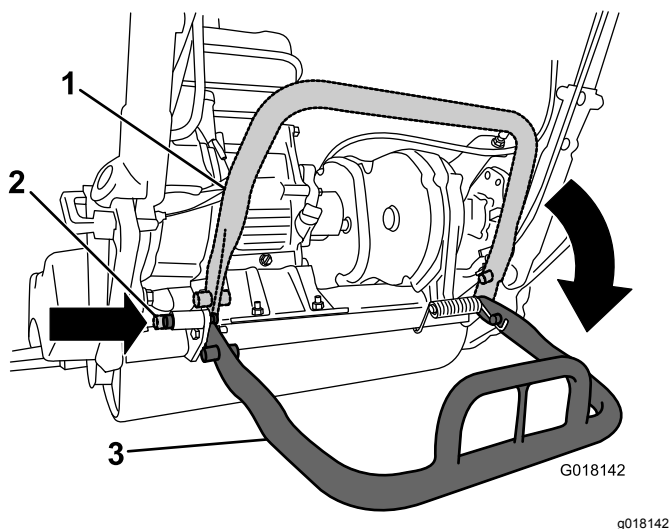

Bild 24
- Senken Sie den Ständer ab und drücken den Arretierstift ein, um ihn in der WARTUNGS-Stellung zu arretieren, damit die Maschine nicht nach hinten kippt, wenn Sie die Spindel entfernen (Bild 24).